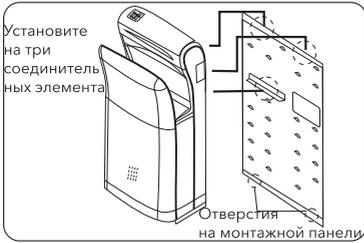

Рис. 4
2. Установка сушилки на монтажную панель, см. рис. 4